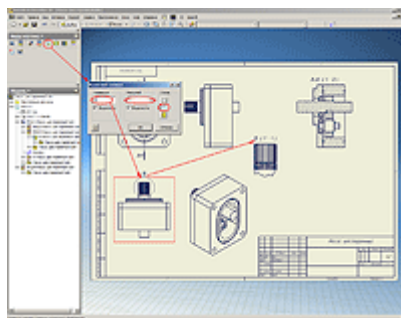

Рисунок 8
8. Для создания выносного элемента, необходимо нажать кнопку «Выносной элемент» в палитре инструментов. Затем указать вид, с которого необходимо получить выносной элемент, а также указать область выносного элемента ограниченного кругом (Inventor предлагает указать эту область). В открывшемся диалоговом окне необходимо задать название вида, его масштаб, стиль представления и указать место расположения вида в поле чертежа, нажав левую кнопку мыши (см. Рисунок 8).